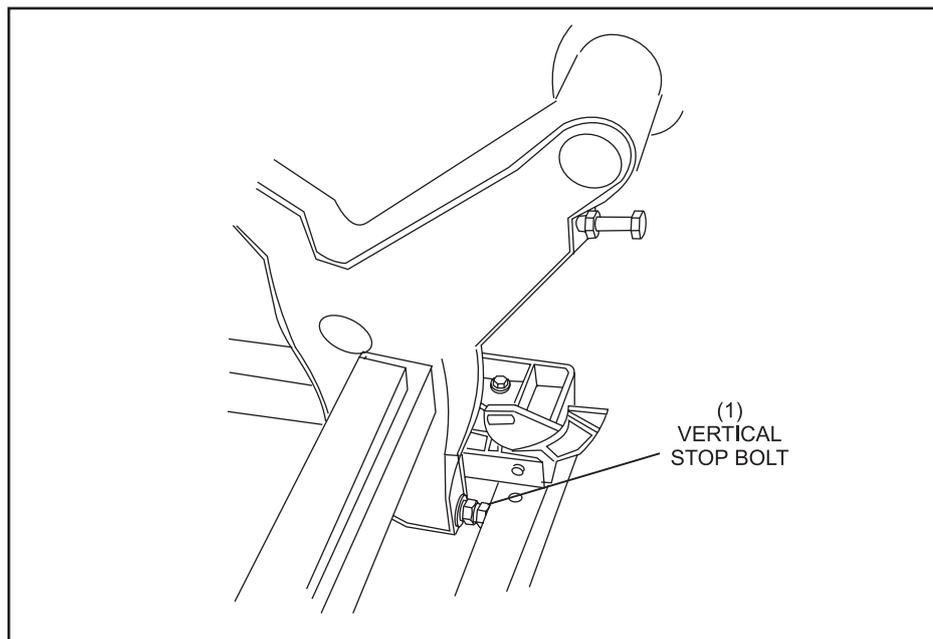

Figure 5-38. Ajuster les supports de quilles.
1. Pour ajuster les dix supports de quilles vers l'avant ou vers l'arrière, desserrez l'écrou de blocage sur le boulon d'arrêt vertical sur le cadre arrière droit du plateau. Reportez-vous à la *figure 5-38*. Ce boulon arrête la rotation verticale de l'arbre pivotant de support de quilles arrière quand il subit l'impulsion du ressort en position verticale à mesure que le plateau s'abaisse pour une nouvelle course de dépose de quilles.